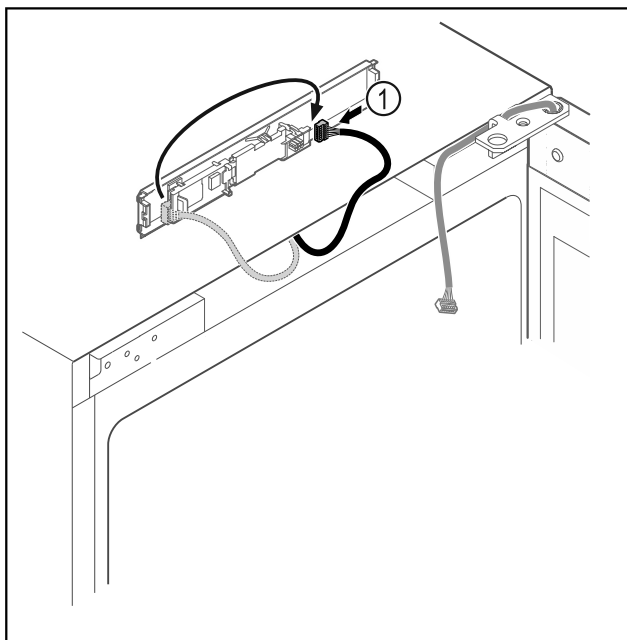

Fig. 19
- ▶ Přepojte zástrčku Fig. 19 (1) na desce.